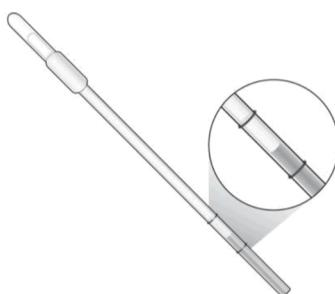

Figura 2. Ejemplo de un nivel adecuado de tampón de muestra (TM) utilizando el dispositivo de transferencia desecharable (DTT).
4. Desprecinte el lado izquierdo de la bolsa (mirando a la etiqueta de frente) que contiene el PIE y sáquelo de la bolsa. Una vez desprecintada la bolsa, es necesario usar el PIE antes de una (1) hora.
5. Saque el DTT del lado derecho de la bolsa y utilícelo para aspirar el tampón de muestra (TM) apretando todo el bulbo. El nivel del líquido del DTT debe estar situado en un punto cualquiera entre las dos (2) marcas (figura 2). Si el de líquido no está entre las dos (2) marcas, descargue todo el TM en el SBT y repita este paso hasta que el nivel del líquido esté situado entre las dos (2) marcas como se ilustra en la **Figura 2**.